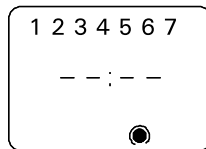

Рисунок 8
- выберите с помощью кнопки ручного выбора необходимый режим. Темная точка внутри дуги означает, что каменка включится в запрограммированный момент. (Рис. 8)